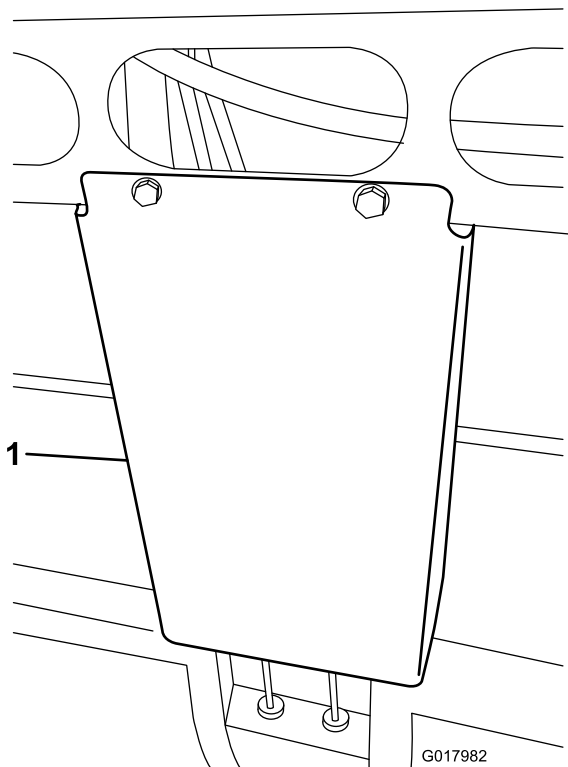

図 1
8. 車両の前中央部の下にある油圧ラインを保護しているシールドカバーを取り外す 図 1。